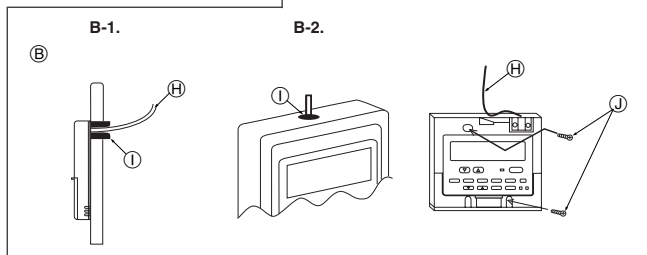

Fig. 6-3
- (A) Description de la télécommande
- (B) Espaces nécessaires autour de la télécommande
- (C) Emplacement de l'installation
(2) Sceller l'entrée de service du cordon de la télécommande avec du mastic pour éviter toute invasion possible de rosée, d'eau, de cafards ou de vers. (Fig. 6-3)